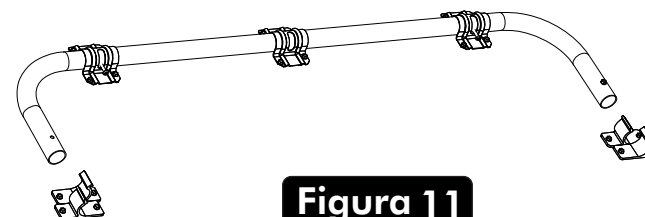

Figura 11
18. Alinee los orificios de la Charola (#4) con los orificios de guía del tablero, atornillela con cuatro tornillos (#5). Vea la **Figura 11**.
19. Coloque los Protectores de Esquina (#40) al tablero como se muestran en la **Figura 11**. Atornillelos y asegúrelos por la parte de abajo de la mesa con los tornillos (#5). Vea el **Detalle K & Detalle L**.